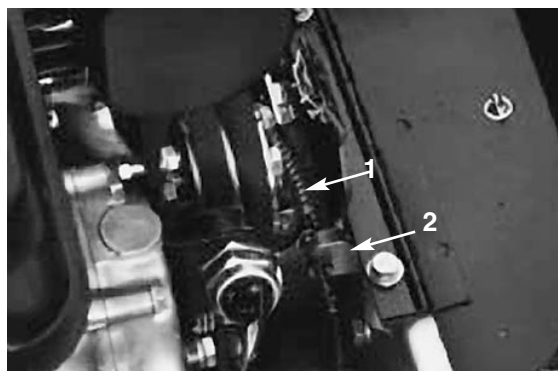

Bild 36
2. Lockern Sie die Befestigung, mit der die Keilriemen-Abdeckung abgesichert wird und schwenken diese in die AUF-Stellung (Bild 36).